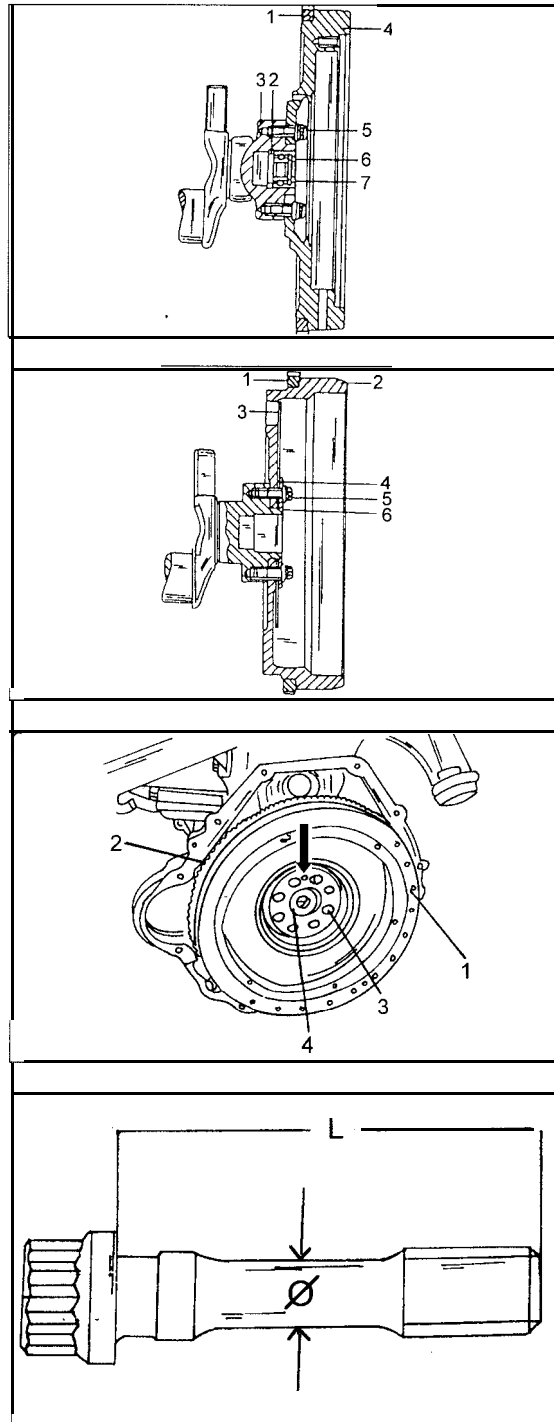

Bild 142
einer Linie liegen. In das Ende der Kurbelwelle ist ein Kugellager eingesetzt. Bei Fahrzeugen mit Schaltgetriebe ist ein Sicherungsring („7“, Bild 142) hinter das Kugellager (7) eingepresst, welches zum Schutz auf beiden Seiten mit so genannten „Viton“-Scheiben abgedeckt ist. Hinter dem Lager befindet sich ein Distanzring. Zum Ausziehen des Lagers, zusammen mit dem Sicherungsring, muss ein Abzieher benutzt werden, der die in Bild 146 gezeigte Form hat.